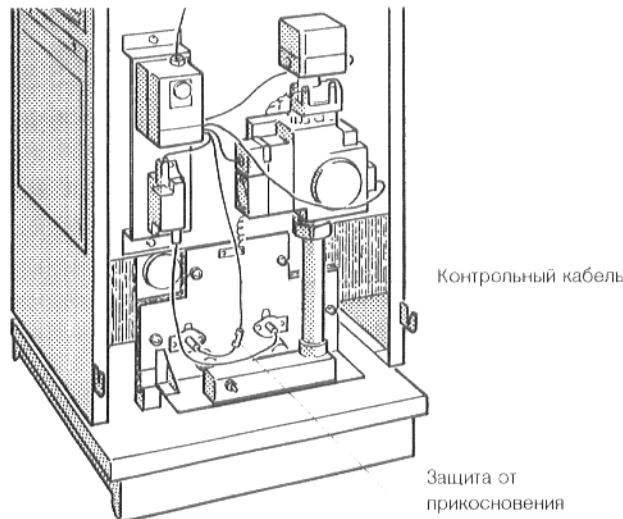

Рис. 14. Контрольный кабель
- УстраниТЬ защиту от прикосновения у контрольного кабеля (рис. 14) и разъединить штекерное соединение.